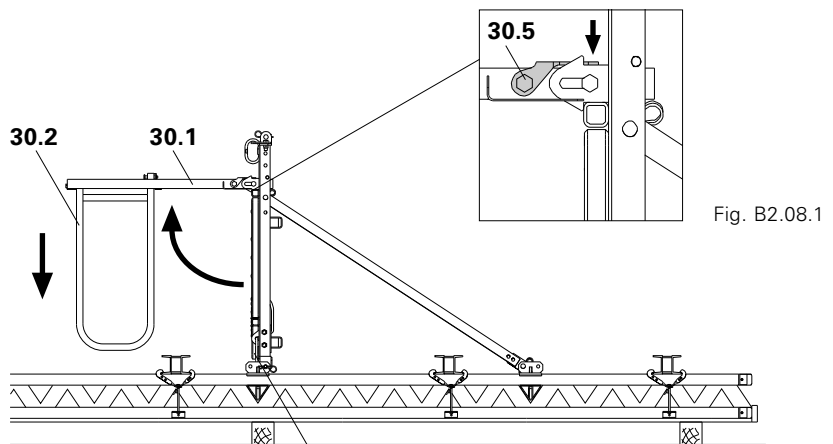

Fig. B2.08
8. Desconectar estabilizadores y tirantes regulables. (Fig. B2.08 + B2.08.1)